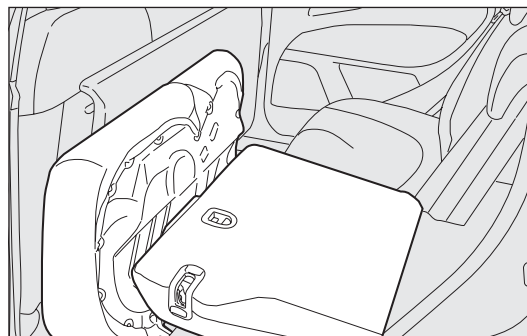

рис. 94
- опрокиньте подушки сиденья вперед в указанном стрелкой направлении – рис. 94;